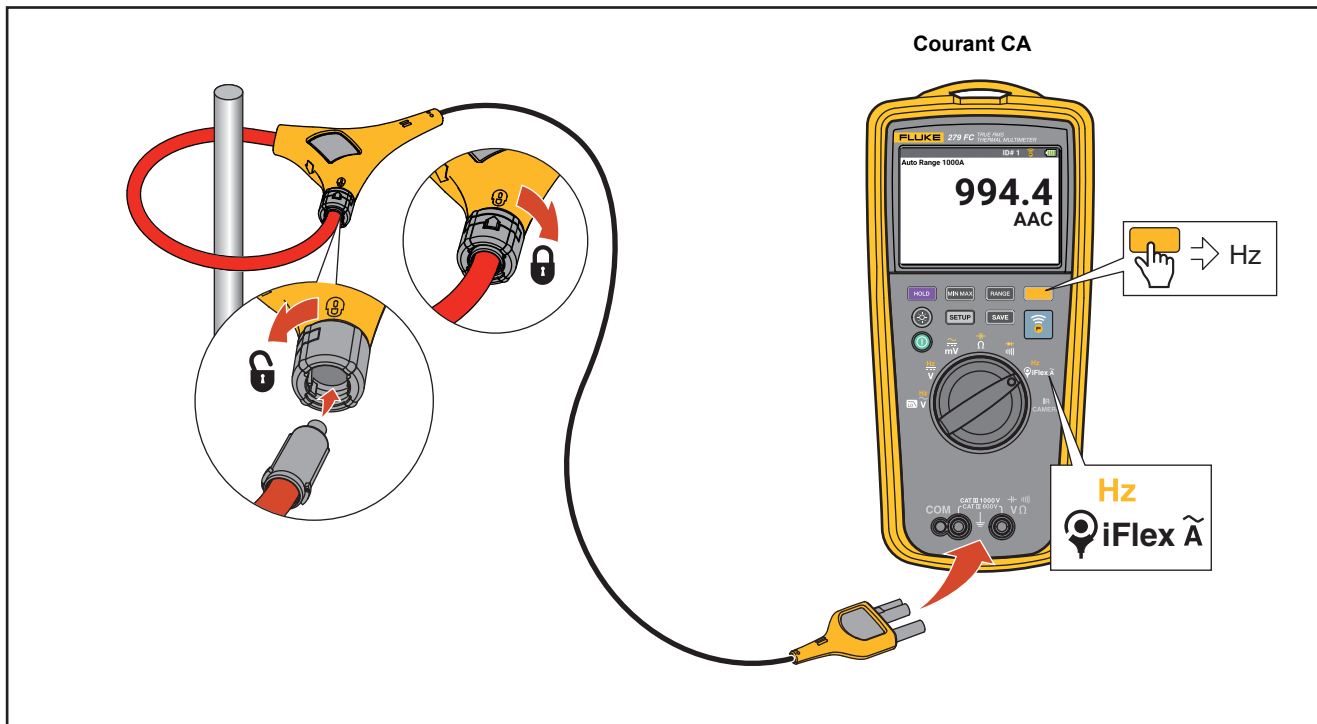

Figure 10. Mesures de courant alternatif
- Mesures de courant alternatif. Voir la Figure 10.
1. Connecter la sonde de courant iFlex sur l'entrée du multimètre. Voir la Figure 10.